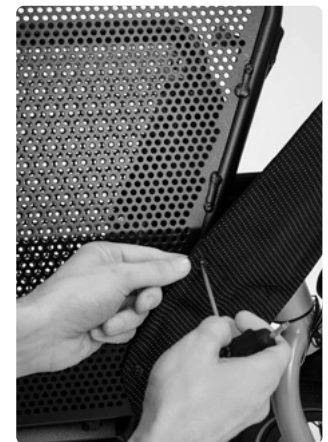

FIG. 54
- 3 Veillez à ne pas trop tendre les housses. Vous devez impérativement pouvoir ouvrir entièrement les panneaux de panier F. Une fois ouverts, ils doivent reposer sur les support de cadre R (Fig. 54).